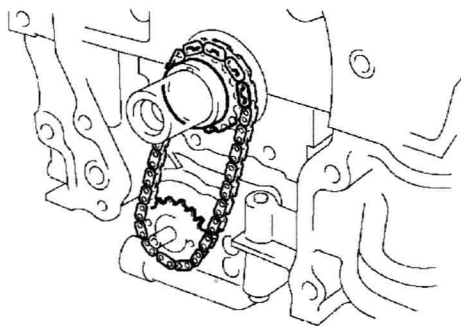

图 1-22 拆卸链条张紧器及机油泵从动链轮和链条
(4) 拆卸链条张紧器及机油泵从动链轮和链条, 如图 1-22 所示。